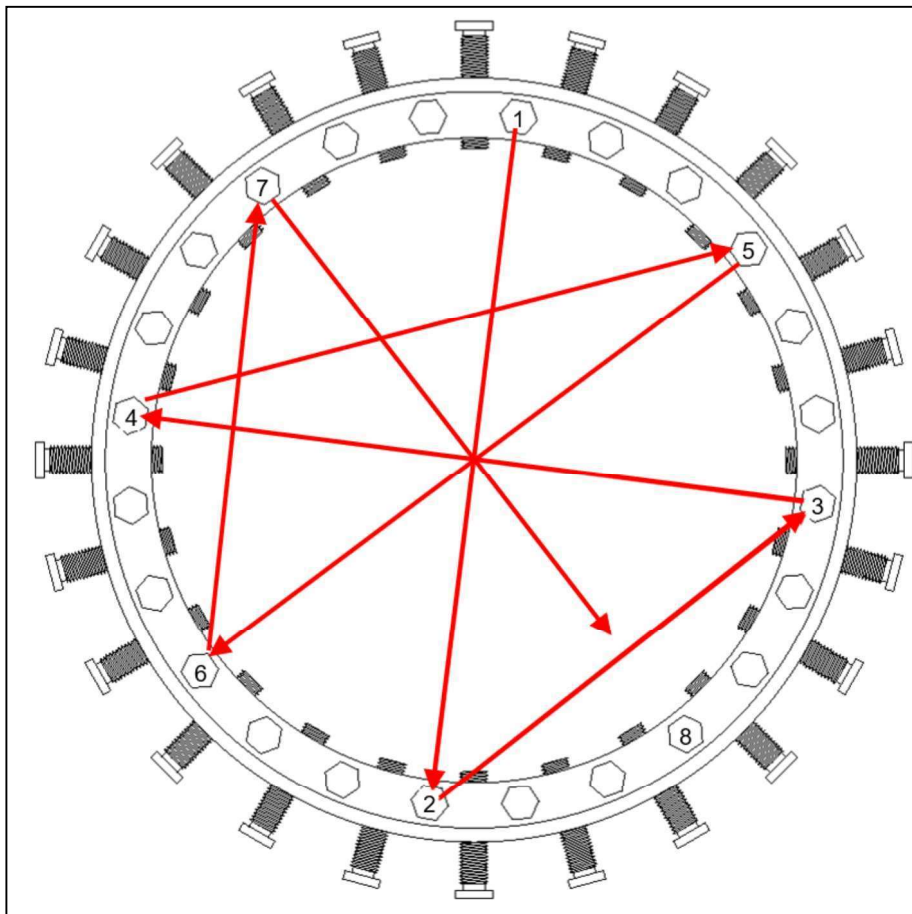
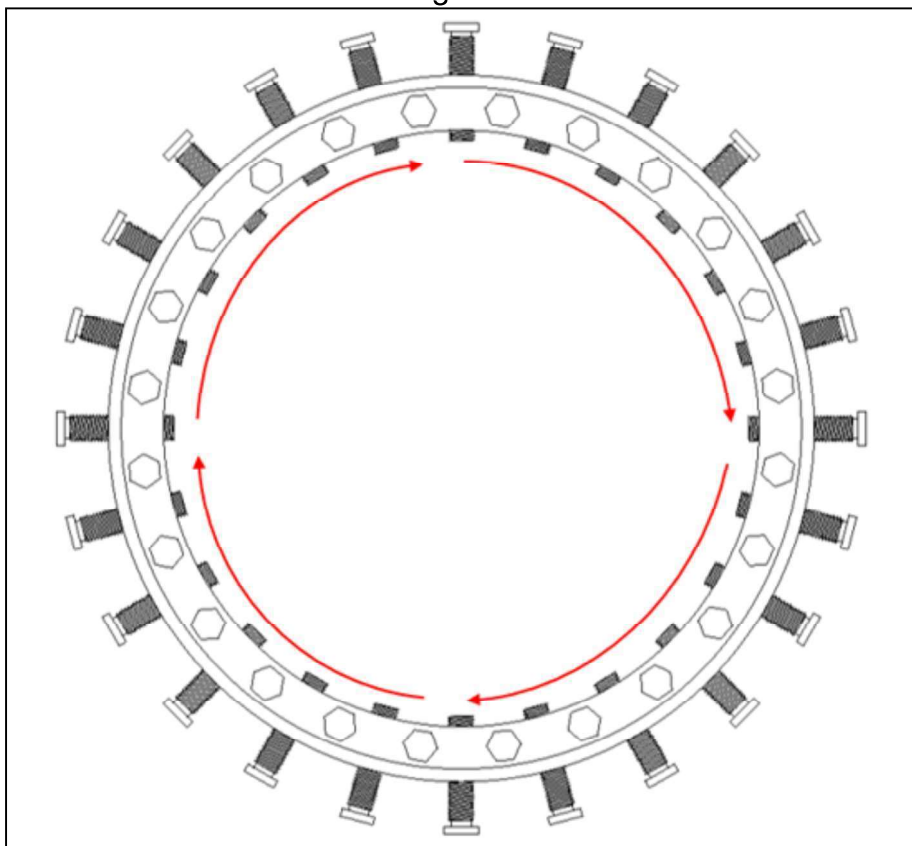

Figura 5
Figura 6
10. Apriete los tornillos de empuje uno a la vez en una secuencia repetida de estrella entrecruzada que coincida con la Figura 5. La primera vez a través de la secuencia, apriete los tornillos al 25% del par de apriete mínimo. La segunda vez, apriete los tornillos al 50% del par de apriete. La tercera vez, apriete los tornillos al 100% del par de apriete. A continuación, siga una secuencia de apriete circular que coincida con la Figura 6, con un par de apriete del 100%, hasta que los tornillos de empuje no puedan seguir girando.